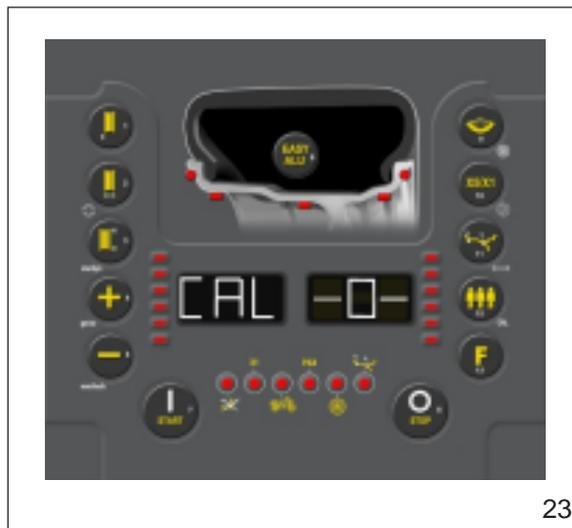

Figura 23 Calibrazione: fase 0
- 2 Premere i tasti **[13]** e **[12]** la macchina visualizzerà la scritta di figura 23.